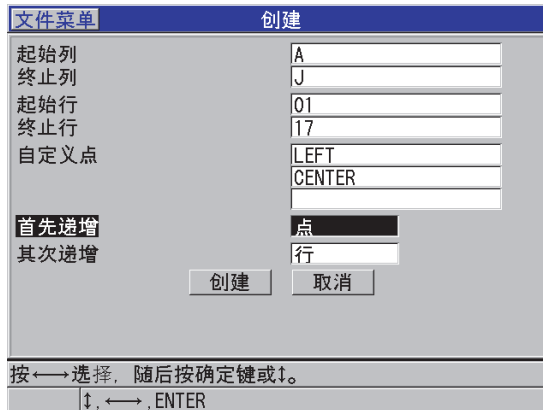

图 11-11 配置带自定义点的 2D 栅格数据文件类型的 ID 范围
3. 在**创建**屏幕的第二页中（参见第 181 页的图 11-11）：